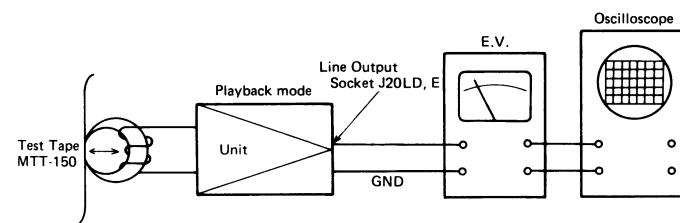

Figure 11-2
1. Connect instruments as shown in Fig. 11-2.
1. Die Instrumente gemäß Abb. 11-2 anschließen.
1. Brancher les instruments comme le montre la Fig. 11-2.